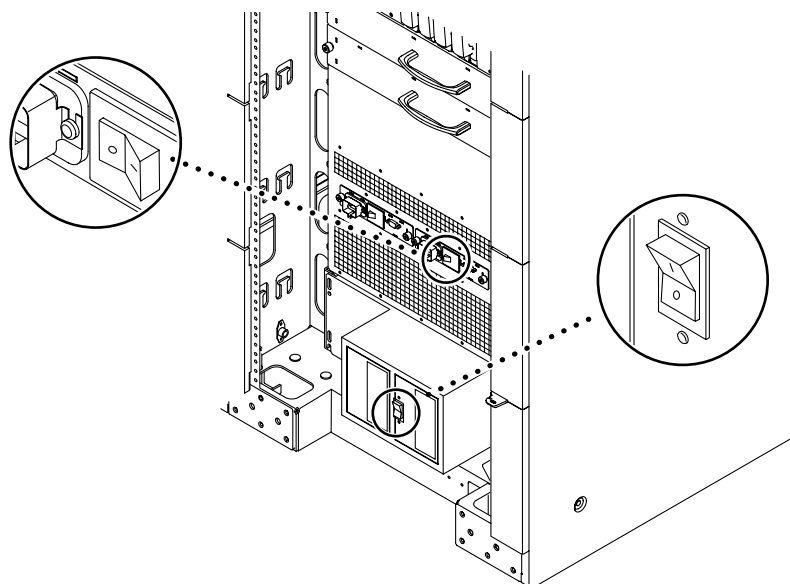

図 2-11 Sun Fire E6900 システムの電源スイッチの場所
- a. システムの正面および背面にある冗長転送ユニット (RTU) の AC 電源スイッチをオフにします (図 2-11)。
4. RTS 電源スイッチの電源を入れます (図 2-11)。
5. AC 入力ボックスの電源スイッチの電源を入れます (図 2-11)。